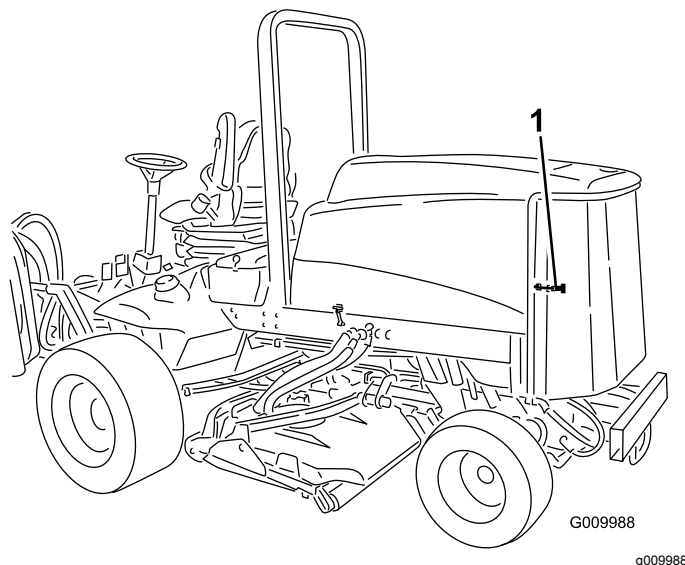

Figure 75
1. Déverrouillez et ouvrez la grille arrière (Figure 75).